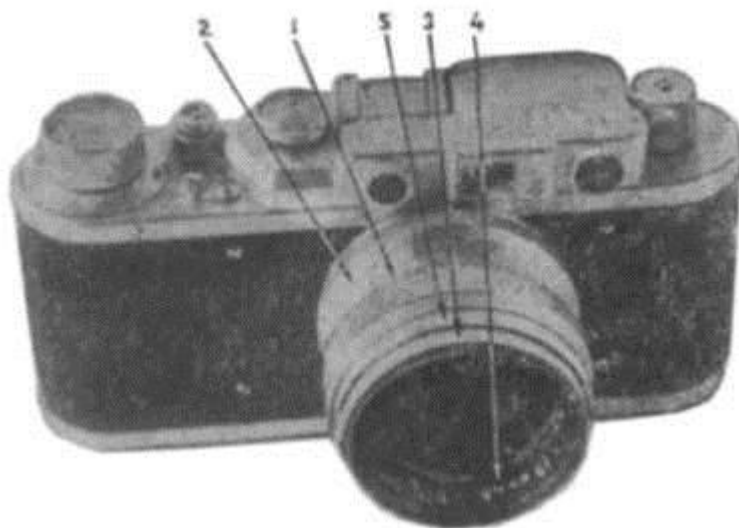

Рис. 21
В этом случае, поворачивая за накатку шкалу (1) рис. 21 против часовой стрелки, наблюдайте глазом за изображением предмета в центральном (красноватом) поле дальномера рис. 18.